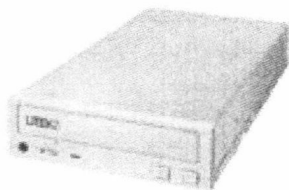

图 1-11 光驱
② 光驱的安装:光驱如图 1-11 所示。首先将机箱前 5.25 英寸托架面板上的塑料盖板取下,将光驱数据接口朝向机箱插入机箱托架,光驱面板与机箱面板齐平后,将光驱两边用螺丝固定在托架上。